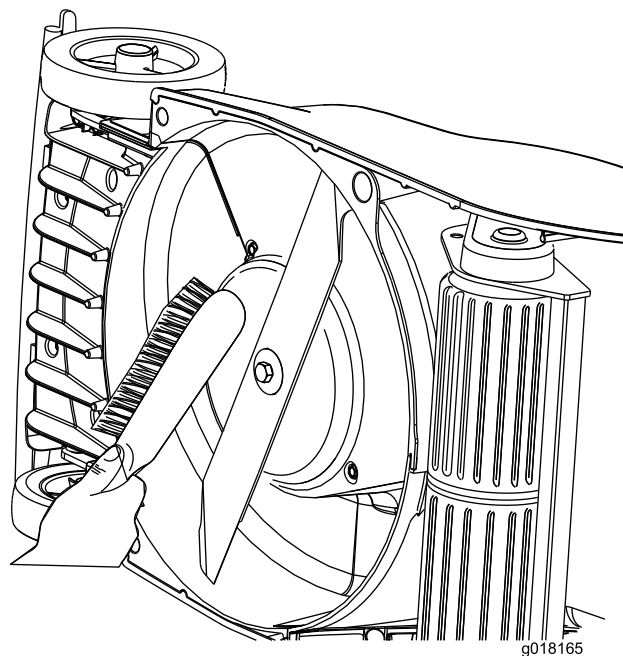

Figura 29
- Immediatamente dopo l'utilizzo, eliminate i frammenti di erba dalla parte superiore e inferiore del piatto (Figura 29).